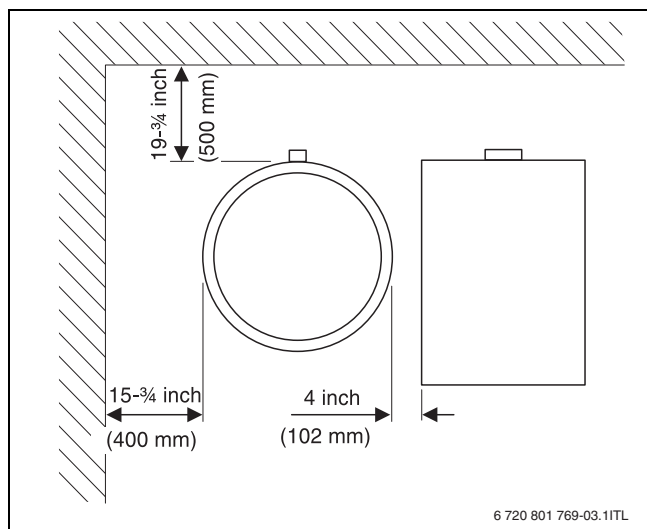

Fig. 6 Distances minimales recommandées par rapport aux murs
- ▶ Respecter la hauteur minimale de la pièce (→ tabl. 6, page 44) et les distances minimales par rapport aux murs dans le local d'installation (→ fig. 6).